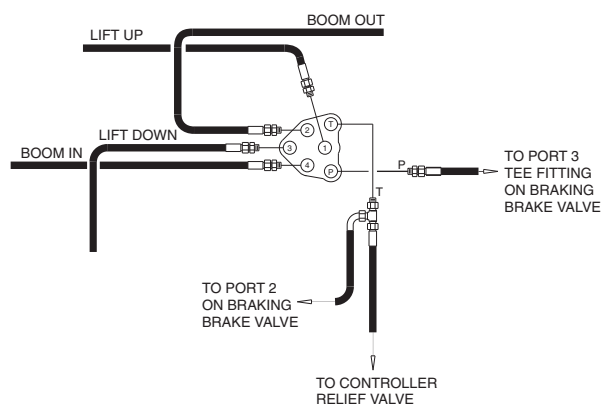

Ilustración 2
- 4 Etiquete, desconecte y tapone las mangueras de las tomas 1, 2, 3, 4 y P de la palanca de mando. Tape las conexiones. Ver ilustración 2.
- 5 Consultando la ilustración 2, localice la conexión T de la palanca de mando. Etiquete, desconecte y tapone la manguera con el conector recto de la conexión en T de la toma en T de la palanca de mando. Tape la conexión.